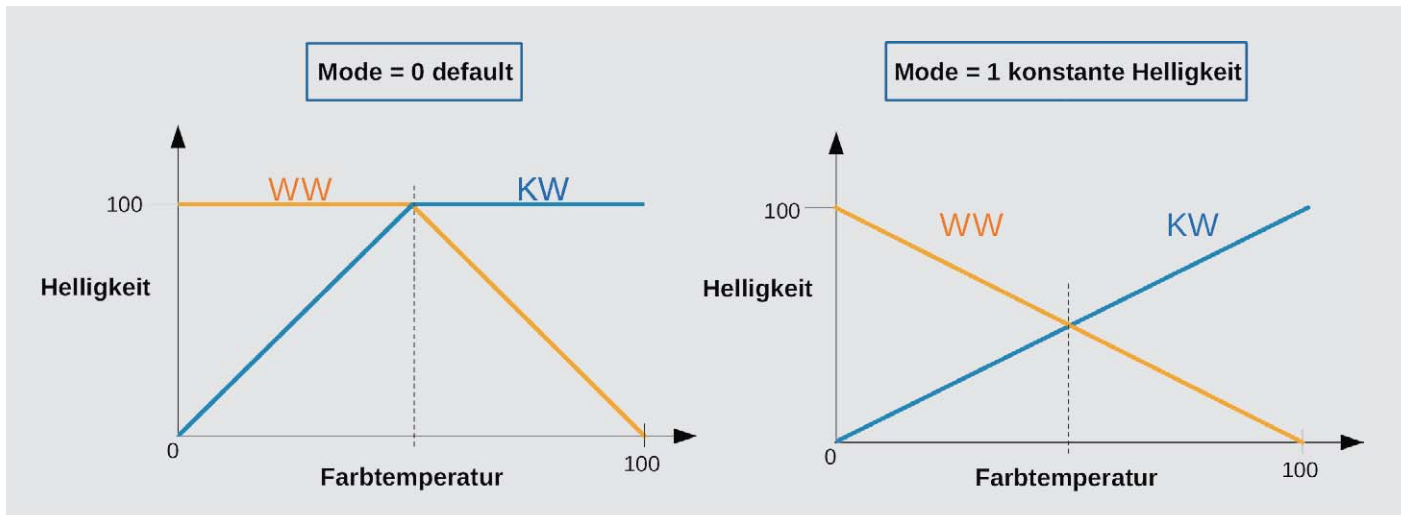

Bild 1: Die Funktionsweise der Farbmischung im MDWC1
Es stehen zwei analoge Einsteller für Farbe und Helligkeit zur Verfügung. Mit „Farbe“ wird die Farbtemperatur, also das Mischungsverhältnis von Warmweiß (WW) und Kaltweiß (KW) eingestellt. Die Funktionsweise lässt sich in Bild 1 gut erkennen. In Abhängigkeit der Steckbrückenposition des Jumpers J1 (Mode) können zwei unterschiedliche Mischfunktionen eingestellt werden (siehe Bild 1).